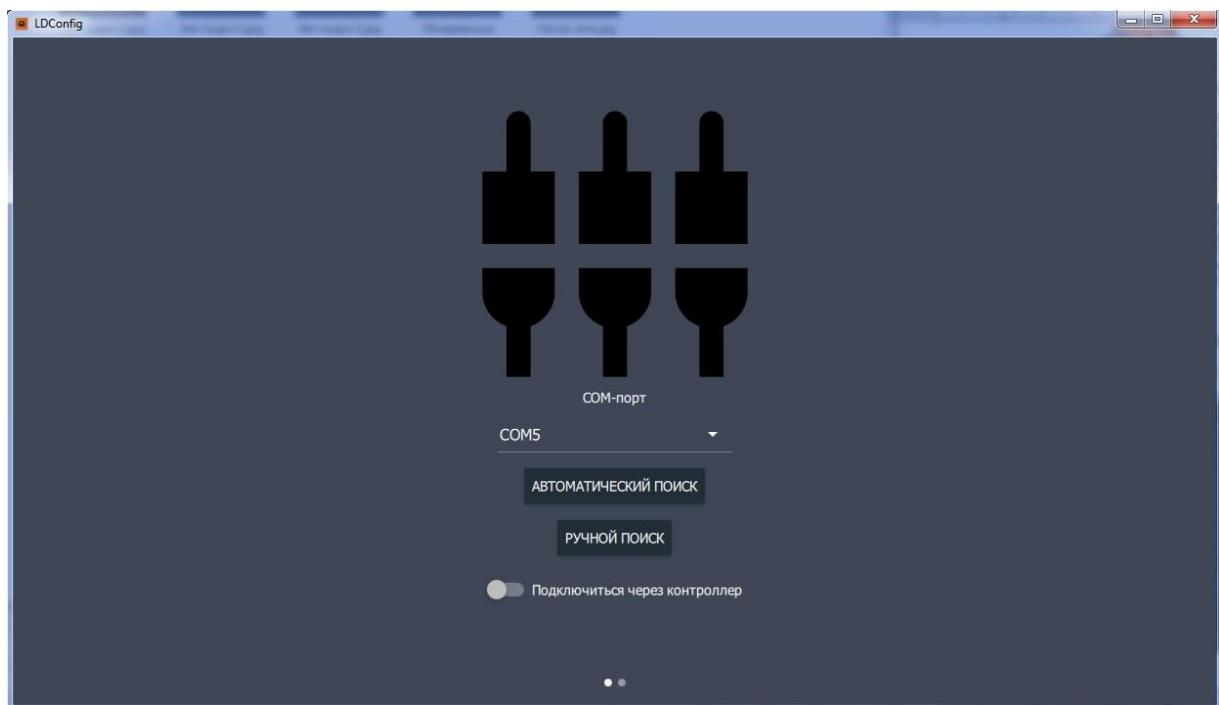

Рисунок 5
- в конфигураторе «LDConfig» выберите COM-порт, к которому подключен датчик (Рис.5). Посмотреть порт устройства можно в «Диспетчере устройств системы»;
- нажмите на кнопку АВТОМАТИЧЕСКИЙ ПОИСК (рис.5);
- В конфигураторе «LDConfig» выберите СОМ-порт, к которому подключен датчик (рис.5). Посмотреть порт устройства можно в «Диспетчере устройств системы»;
- Нажмите на кнопку РУЧНОЙ ПОИСК (рис.5);